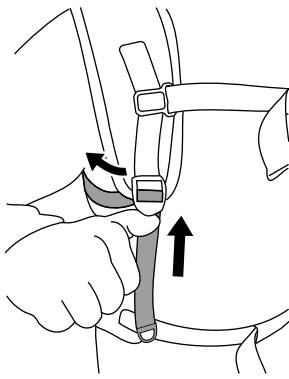

Bild 13
6. Wenn die Schultergurte oder die Gurte der Lastaufnahme zu eng sitzen, drücken Sie die Versteller nach oben, um die Gurte zu verlängern (Bild 13).